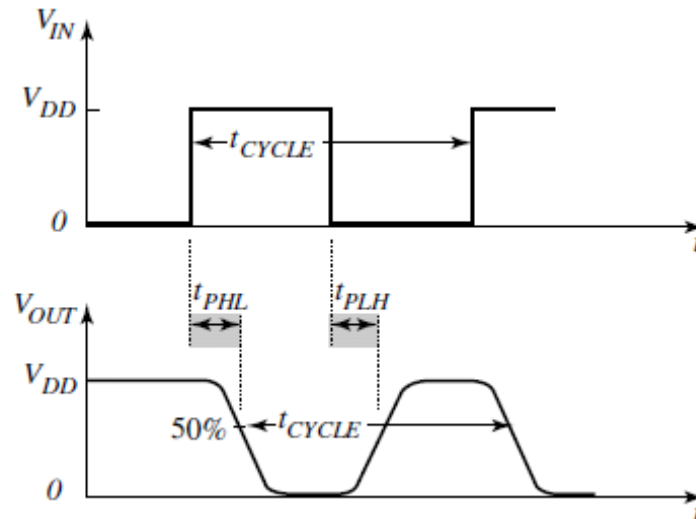

Figura 3. Retardos de propagación
- A continuación se medirán sobre esta gráfica los **tiempos de retardo t_{pLH} y t_{pHL}** (recuerde que los subíndices se refieren a la transición en la señal de salida). Mida entre el punto medio de los flancos de entrada y salida, tal como refleja la Figura 3. Se recomienda el uso de los **cursores**. Puede usarse el **cursor 1 para la señal de entrada** y el **cursor 2 para la señal de salida**. Para conseguir una mayor resolución con los cursores se pueden controlar